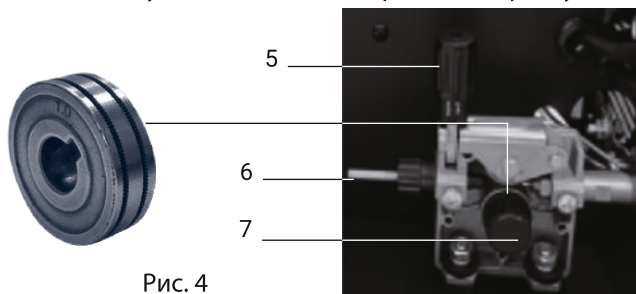

Рис. 4
3. Установите катушку с сварочной проволокой на шкиф (рис.2 поз. 2) так, чтобы при подаче проволоки катушка вращалась против часовой стрелки, для этого необходимо открутить фиксатор шкива (рис.2 поз.1), установить катушку и зафиксировать ее в обратной последовательности, после чего пропустите сварочную проволоку в механизм подачи (рис. 4):
- открутите фиксатор изменения усилия зажатия (рис.4 поз.1) и откройте прижимной механизм подачи проволоки, отведя его вверх;- проверьте, чтобы размер канавки ролика на прижимном механизме соответствовал диаметру используемой сварочной проволоки, при необходимости поменяйте положение ролика, открутив фиксатор ролика (рис. 4 поз.3) против часовой стрелки;
- пропустите проволоку внутри направляющей трубки (рис.4 поз.2) и дальше в механизм подачи;
- опустите прижимной механизм и установите необходимое усилие прижима ролика поворотом фиксатора (рис.4 поз. 1);